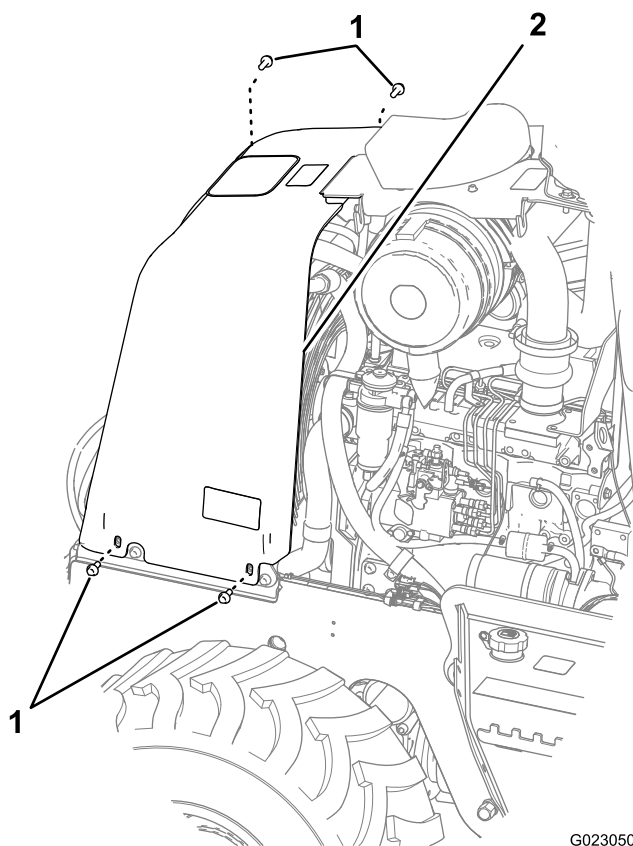

Figure 39
3. Retirez les 4 boulons à la partie inférieure du capot avant côtés gauche et droit (Figure 39).